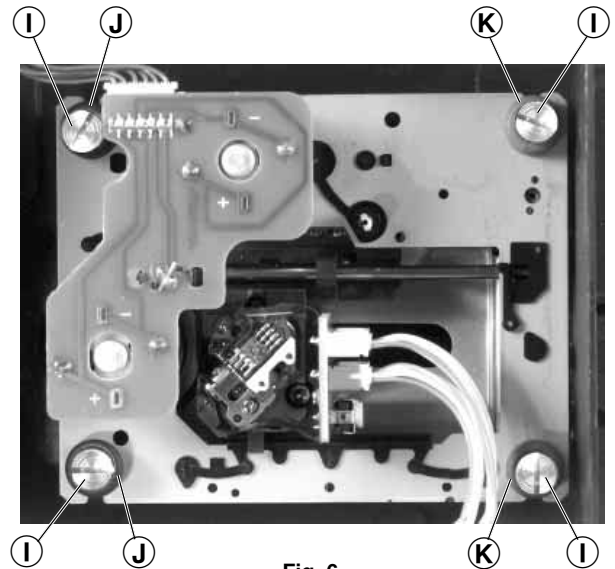

Fig. 6
- 4 Schrauben (I) herausdrehen (Fig. 6).
- Achten Sie dabei auf die Puffer (Fig. 6) (J) (schwarz) und (K) (blau). Diese Puffer haben einen unterschiedlichen Auflagedruck (schwarz = stärker, blau = schwächer).
- Undo 4 screws (I) (Fig. 6).
- Take care of the buffers (J) (black) and (K) (blue) Fig. 6. The buffer pressure is different (black = stronger, blue = weaker).